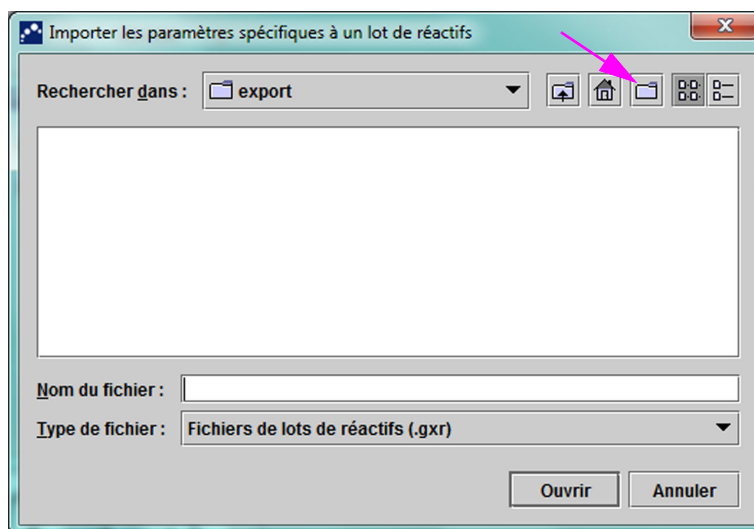

Figure 2-96. Boîte de dialogue Importer les paramètres spécifiques à un lot de réactifs
4. Dans la liste déroulante Rechercher dans, (voir la Figure 2-96), localisez et sélectionnez le fichier .gx1/.nx1 préalablement obtenu auprès de l'assistance technique, puis cliquez sur **Ouvrir**. Le nouveau numéro de lot apparaît dans la boîte de dialogue Paramètres spécifiques au lot de réactifs. Cliquez sur **Fermer** dans la boîte de dialogue Paramètres spécifiques au lot de réactifs pour retourner dans la fenêtre Définir les tests.